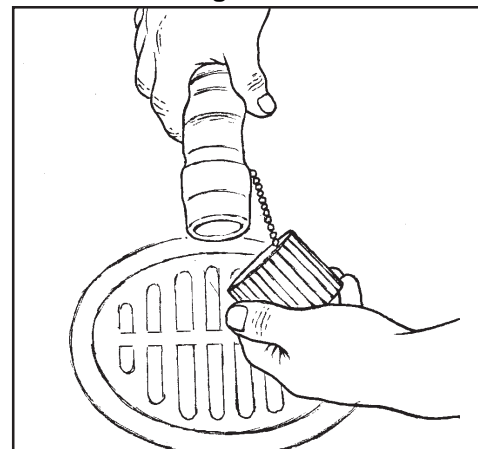

Figure 34
- 2.) Pour ouvrir la valve complètement, tournez le boîtier complètement vers la gauche. Ôtez le boîtier en le tirant de la valve (Figure 34).